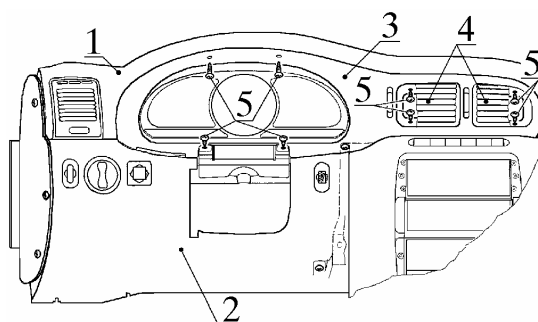

Рис. 11. Снятие облицовки комбинации приборов:
8.1.4. Снять сопло 4 (рис. 11) центрального патрубка